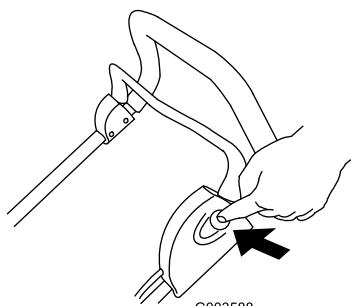

Рисунок 15
- Нажмите и удерживайте в нажатом положении кнопку на левой стороне рукоятки (Рисунок 15).